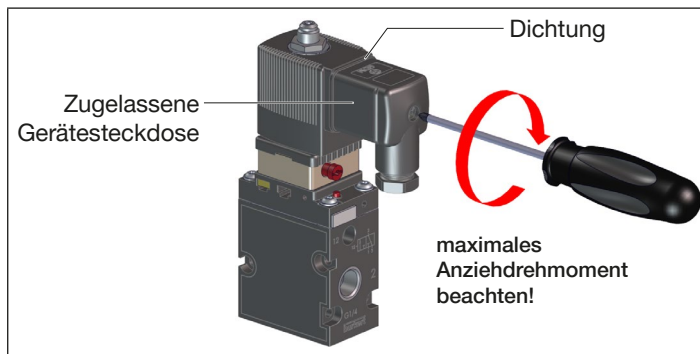

Abb. 13: Ventil elektrisch anschließen
- Korrekten Sitz der Dichtung (siehe „Abb. 13“) überprüfen.